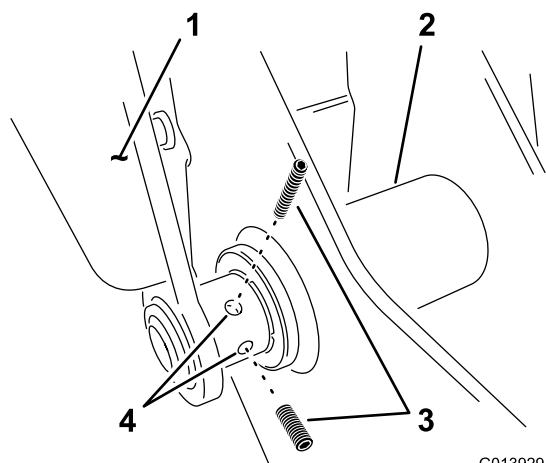

図 17
9. 左アームの下側ヒンジ部に固定ねじ2本を取り付ける 図 17。